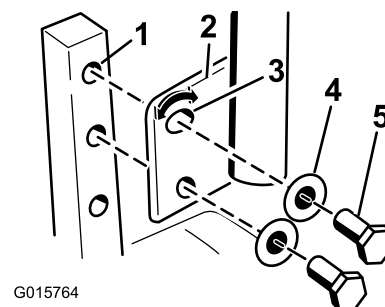

Figura 30
1. Remova 2 parafusos e 2 anilhas que prendem a alavanca de controlo ao veio do braço de controlo (Figura 30).
2. Mova a alavanca de controlo para o conjunto de furos seguinte. Prenda a alavanca com os 2 parafusos e 2 anilhas (Figura 30).